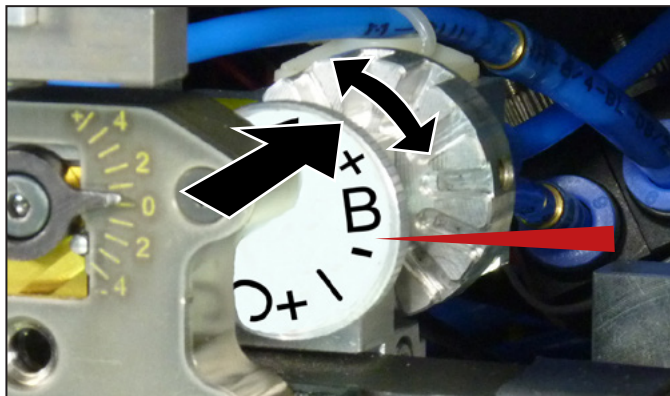

Figura 5.4 Regolazione del dispositivo di rilascio (impostazione: B)
- Premere all'indietro la manopola e girarla in modo che il valore desiderato si trovi sulla posizione contrassegnata (vedi figura 5.4).